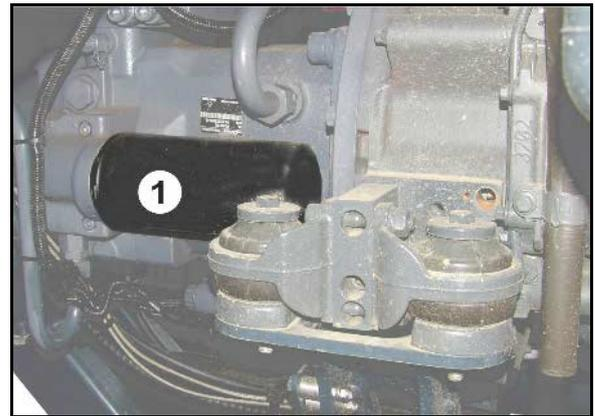

Fig. 184
1. Retirar la cubierta (Fig. 184/1) de la carcasa (Fig. 184/3).
2. Cambiar el filtro de retorno (Fig. 184/2).